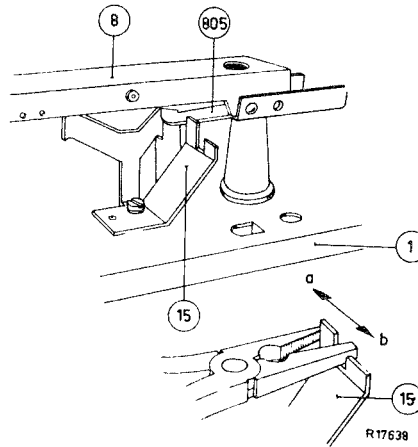

Fig. 5
11. Die Einstelllippe am Bügel 15 muss so justiert werden, dass wenn der Tonarm ganz nach aussen gedreht ist, dieser auf einem Durchmesser von 170 - 171 mm gestoppt wird. (Siehe Fig. 5).